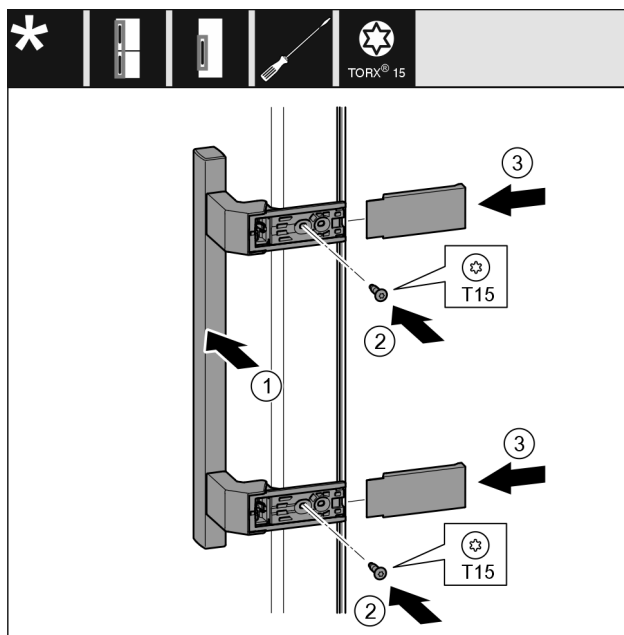

Fig. 22
- Namestite ročaj Fig. 22 (1) na nasprotno stran.
- Zategnite vijake Fig. 22 (2) z izvijačem.
- Pristavite pokrove Fig. 22 (3) na strani in jih potisnite gor.